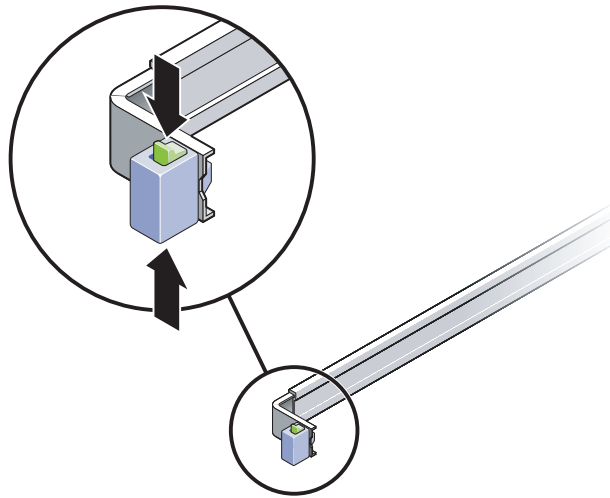

FIGURE 3-34 Déverrouillage de l'ensemble de rail coulissant
2. Débloquez les boutons de verrouillage du coulissement (FIGURE 3-34) aux extrémités droite et gauche du châssis du serveur, et faites sortir lentement le serveur du rack jusqu'à ce que les rails coulissants arrivent en fin de course.